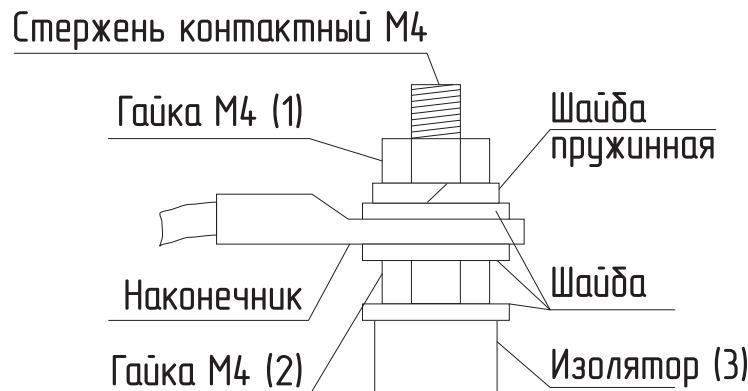

Рис.17 Присоединение проводов к выводам блок ТЭН
- при замене блок ТЭН присоединение фазных проводов к выводам блок ТЭН производить согласно **рис.17**. Сечение кабеля указано в таблице 1 и 2;
- провод нейтрали «N» подключить на перемычку блока ТЭН (**рис.17**).